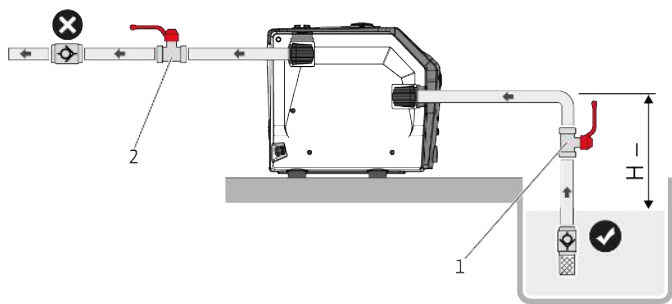
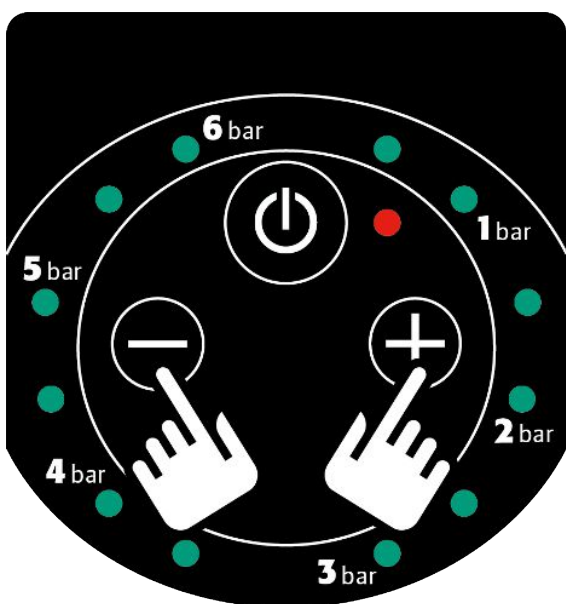

Fig. 8: Imemisrežiim
Fig. 11: Juhtnupp + ja -
1. Kui toode on paigaldatud koormusrežiimis (Fig. 8), vajutage 1 kord juhtnuppu sisse/välja (Fig. 11).
2. Vajutage juhtpaneelil juhtnuppu „sisse/välja“ (Fig. 11).